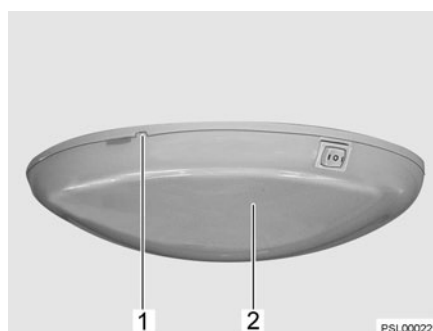

Fig. 228 Plafonnier
- Soulever prudemment le couvercle (Fig. 228,2) avec un outil approprié (p. ex. tournevis) au niveau de l'encoche (Fig. 228,1) et le retirer.